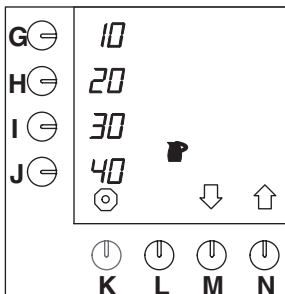

Abb. 37 Ändern der vorprogrammierten Wahlkosten für Kannen
- Drücken Sie auf die Wahlkosten (N.)↑, bis Abb.37 im Display erscheint.